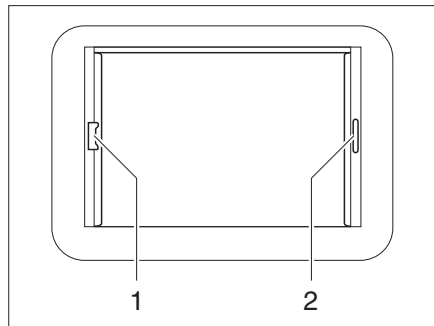

Fig. 54 Lanterneau Heki, verrouillage du store
- Tirer le dispositif occultant plissé par la poignée (Fig. 54,2) et le relâcher lorsqu'il a atteint la position voulue. Le dispositif occultant plissé reste alors à cette position.
- Tirer sur la poignée (Fig. 54,1) de la moustiquaire jusqu'à toucher la poignée du dispositif occultant plissé (Fig. 54,2) située vis-à-vis et la faire s'enclencher.
- Appuyer sur la poignée de la moustiquaire vers l'arrière et le haut et décrocher la moustiquaire du dispositif occultant plissé (Fig. 54,2).